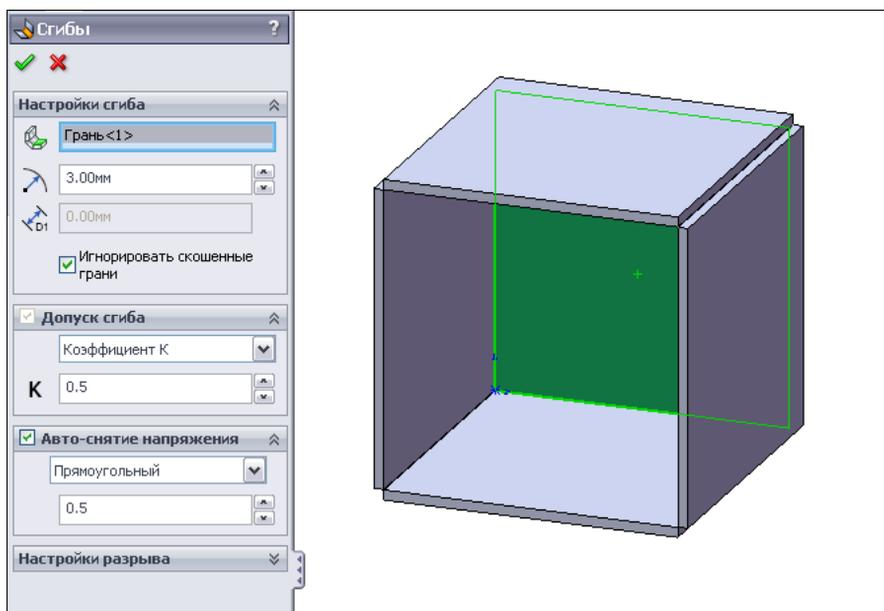

Рис. 4.50
6. Активируем команду  **Сгибы** (рис. 4.50), введем радиус сгиба 3 мм и выберем зафиксированную кромку или грань, по периметру которой пройдут